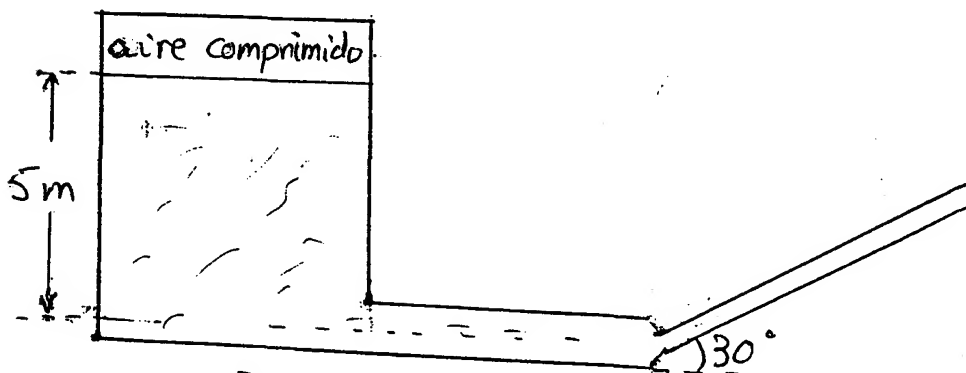

Figura 2
3. (4p) Un depósito de grandes dimensiones, cerrado y con aire comprimido en su parte superior, contiene agua hasta 5 m por encima de su fondo. El depósito desagua por su fondo mediante una tubería horizontal de 20 cm^2 de sección, que continúa con otra tubería de sección mitad inclinada 30° , que se abre a la atmósfera, tal como indica la Figura 2. En el punto medio de la tubería horizontal se mide una presión de 188450 Pa , cuando a través de ella circulan 10 l/s de agua. Calculad:
3.- (4 p) Por el tubo horizontal de la Figura 2 circula agua a razón de 324 litros por minuto. Si tiene una sección transversal de 36 cm^2 en las partes anchas y 9 cm^2 en la parte estrecha, calculad: